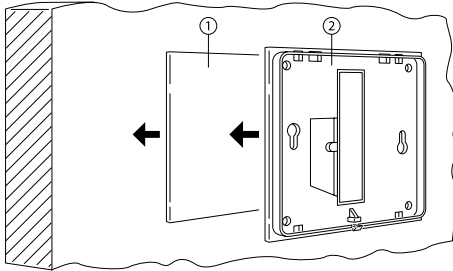

Fig. 27: Grundplatte des Raumtemperaturreglers aufkleben
- Den beiliegenden Klebestreifen auf der ebenen Wandfläche aufkleben (Fig. 27, Pos. 1).
- Grundplatte des Raumtemperaturreglers auf den Klebestreifen aufkleben (Fig. 27, Pos. 2).